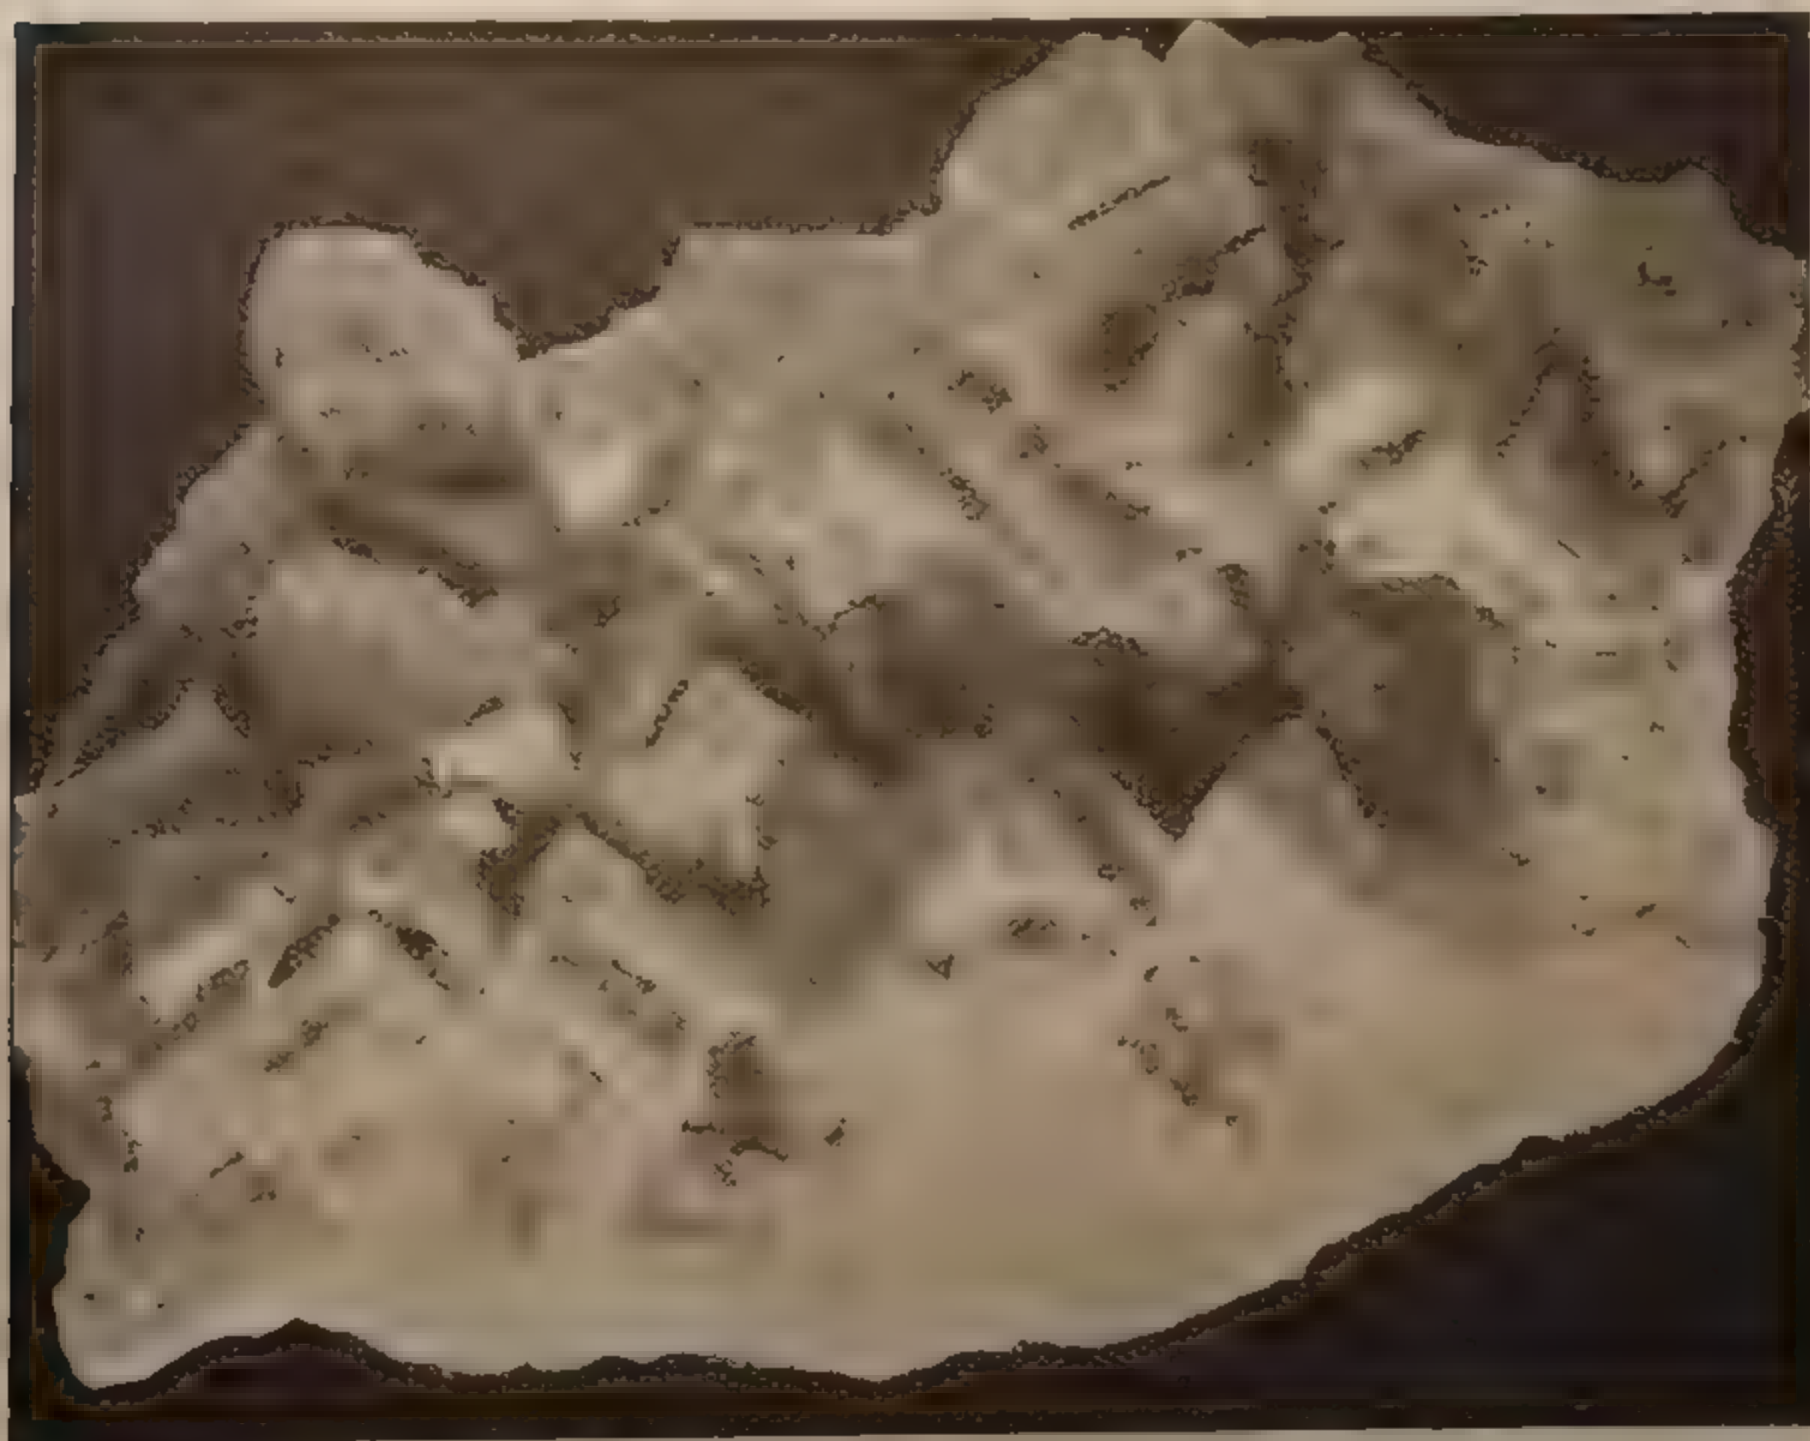

FIG. 128. - Gruppo di cristalli di cloruro di sodio in cubi a tremie.
**PROPRIETÀ FISICHE E CRISTALLOGRAFICHE.** — Cristallizza in cubi talora voluminosi, ma più spesso piccoli, irregolari, con facce a tremie, cioè incavate a gradinata come indica la fig. 128: forma pure masse compatte spatiche e granulose o fibrose o microcristalline
(1) Dal greco *hals* = sale.